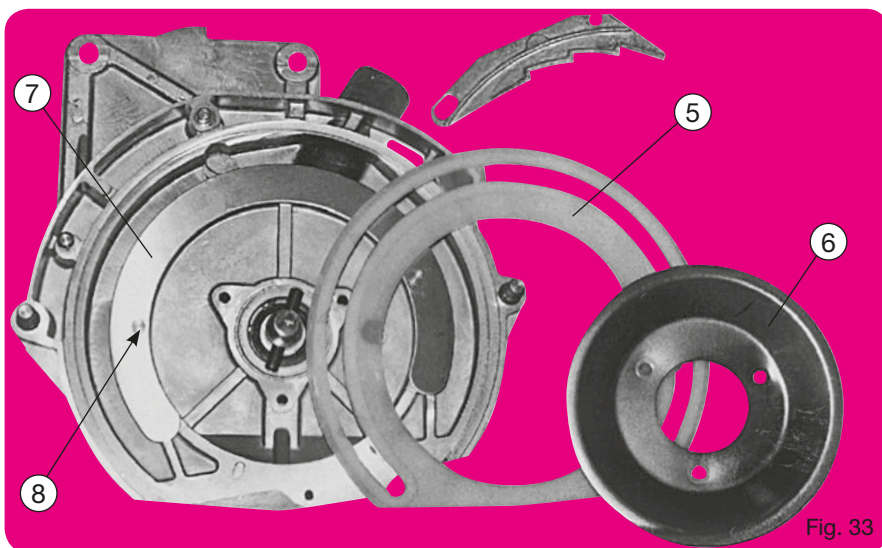

Fig. 33
Le réglage du volet s'effectue par basculement après avoir desserré les 2 boulons (3). Une toile plastique (4) placée sous le volet sert également à limiter le niveau des graines face au disque. Avant chaque début de campagne s'assurer de son bon état. La couronne plastique de frottement (5) sur laquelle tourne le disque doit être plane et en bon état. A titre indicatif, en conditions normales d'utilisation, son remplacement ne devrait être nécessaire qu'après 500 à 1000 ha. Maintenu extérieurement dans une gorge et bloquée par la cuvette (6) et ses 3 boulons, la nouvelle couronne devra être positionnée avec attention en prenant soin à ce que les crans du secteur d'appui (7) (fig. 33) et de la couronne soient bien en place dans leur logement.
The wear gasket is positioned externally in a groove and held by the cup. (6) Its 3 bolts should be positioned with care making sure that the stub (fig. 33) of the wear gasket is properly positioned in the hole of the housing.
Der neue Kranz ist äußerlich in einer Rille befestigt und durch die Schale (6) und durch 3 Schrauben befestigt. Dabei ist darauf zu achten, daß die Raster des Stützringes (Abb. 33) und des Kranzes richtig in ihrem entsprechenden Sitz eingelegt sind.
De nieuwe slijtring wordt aan de buitenkant vastgehouden in een sleuf en met een holle plaat (6) en drie bouten vastgezet. Let er bij het plaatsen goed op dat de inkepingen van de steunring (7) (fig 33) en de slijtring goed in de uitsparingen van het behuizing passen.